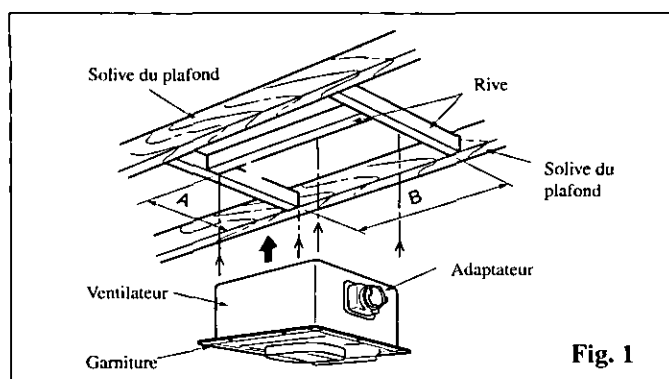

Fig. 1
1. Fixez la rive entre les solives de plafond avec des clous ou des vis. (Fig. 1)
2. Attachez le ventilateur à la reive (épaisseur: 1,5 pouce ou plus) à l'aide de vis longues. Renforcez le matériel d'installation selon les besoins pour éviter une chute du ventilateur. (Fig. 1 et 2)